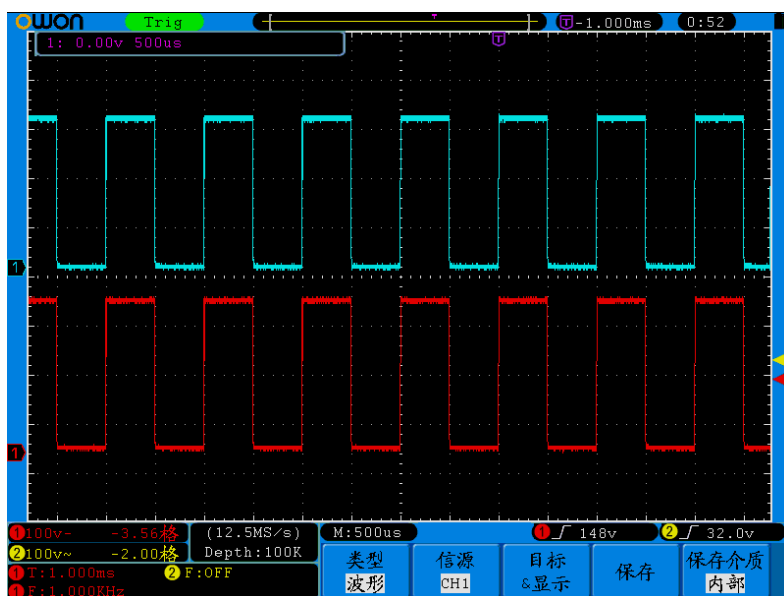

图 5-37：波形储存
- 6、调出波形：按 **H3** 键，屏幕右侧出现 **目标&显示** 菜单，按 **F1** 键，并转动 **通用** 旋钮选择目标为 **1**，按 **F2** 键选择 **显示** 为 **开启**，则屏幕显示目标1存储的波形，左上角显示地址编号及波形相关信息。见图 5-37：